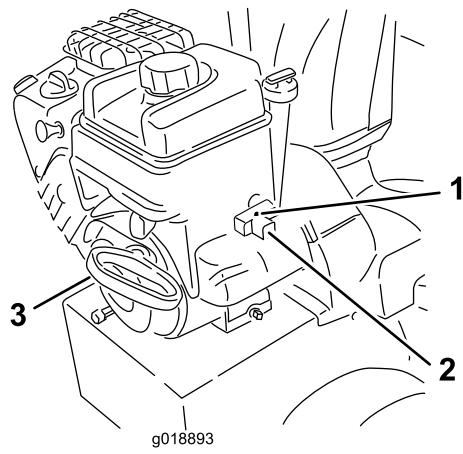

Рисунок 25
- Запустите машину, потянув за шнур механического стартера или нажав на кнопку электрического стартера (Рисунок 25).